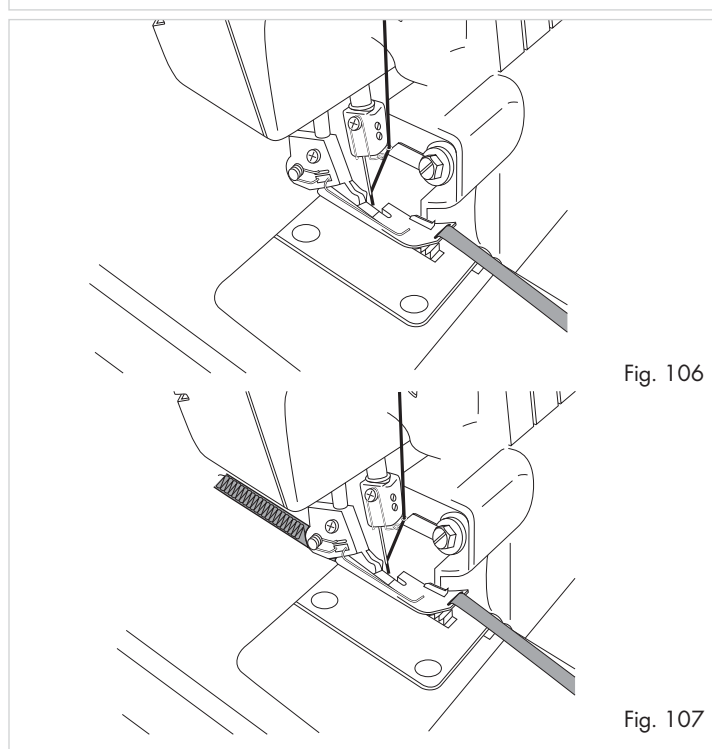

Fig. 107
4. Așezați adaosul sub picioruș 21 și încheiați lungimea dorită (fig. 107).